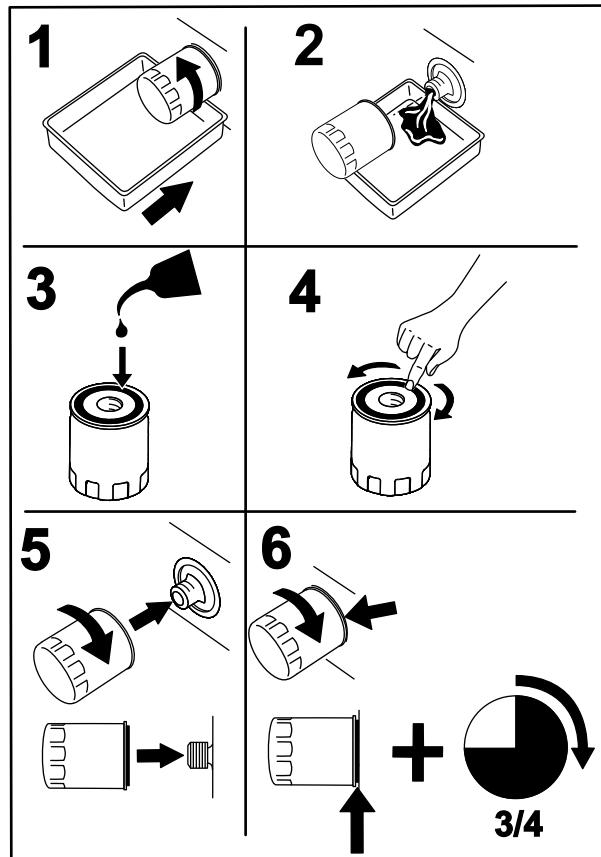

Figura 50
2. Cambie el filtro de aceite del motor (Figura 50).